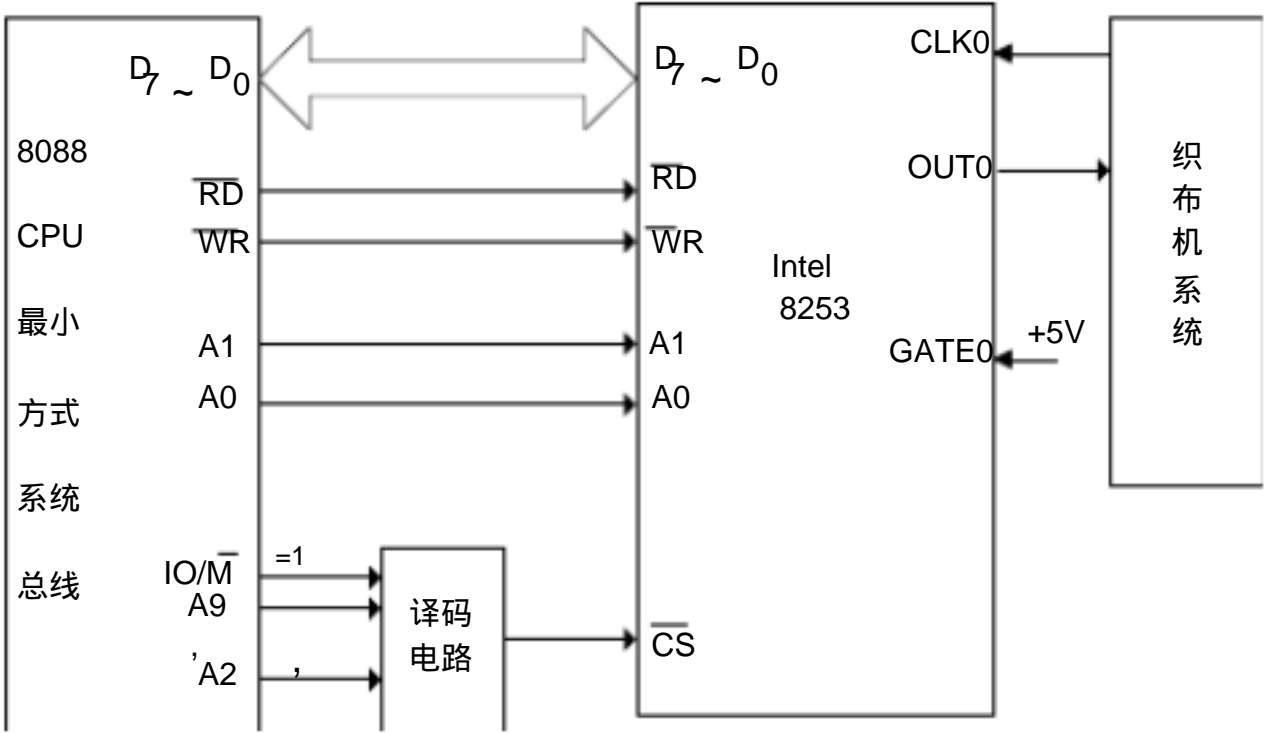

图 9.26 织布机控制系统
11. 织布机控制系统如图 9.26 所示，已知织布机每织 1 米发出一个正脉冲，每织 100 米要求接收到一脉冲，去触发剪裁设备把布剪开。（1）设 8253 的端口地址为 80H ~ 83H，编写对 8253 初始化程序。（2）假定系统提供的信号频率为 1MHz，希望利用 8253 的其余通道产生 0.1 秒的周期信号，编写初始化程序。